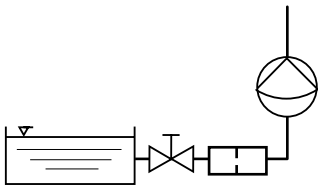

Abb. 6
- Den Querschnitt und die Länge so bemessen, dass der beim Saugen entstehende Unterdruck nicht den Dampfdruck des zu dosierenden Dosiermediums erreicht (Kavitation Abb. 6)! Die delta® lässt sich gegebenenfalls über das DOSIERUNG-Menü an die Situation anpassen.